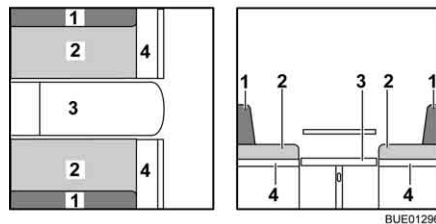

Fig. 119 Pendant la transformation
- Élargir la banquette (Fig. 119,4).
- Enlever les coussins de dossier (Fig. 119,1) et les placer de côté.
- Tirer les coussins d'assise (Fig. 119,2) vers le centre.